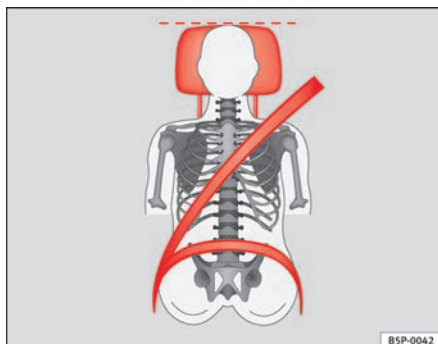
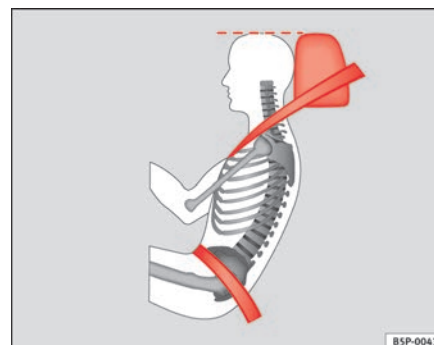

Abb. 64 Von vorne betrachtet: richtig eingestellte Kopfstütze und korrekter Gurtbandverlauf
Abb. 65 Von der Seite betrachtet: richtig eingestellte Kopfstütze und korrekter Gurtbandverlauf
- Stellen Sie die Kopfstützen so ein, dass sich die Oberkante der Kopfstütze möglichst auf einer Linie mit dem oberen Teil Ihres Kopfes bzw. mindestens auf Augenhöhe befindet ⇒ Abb. 64 und ⇒ Abb. 65.